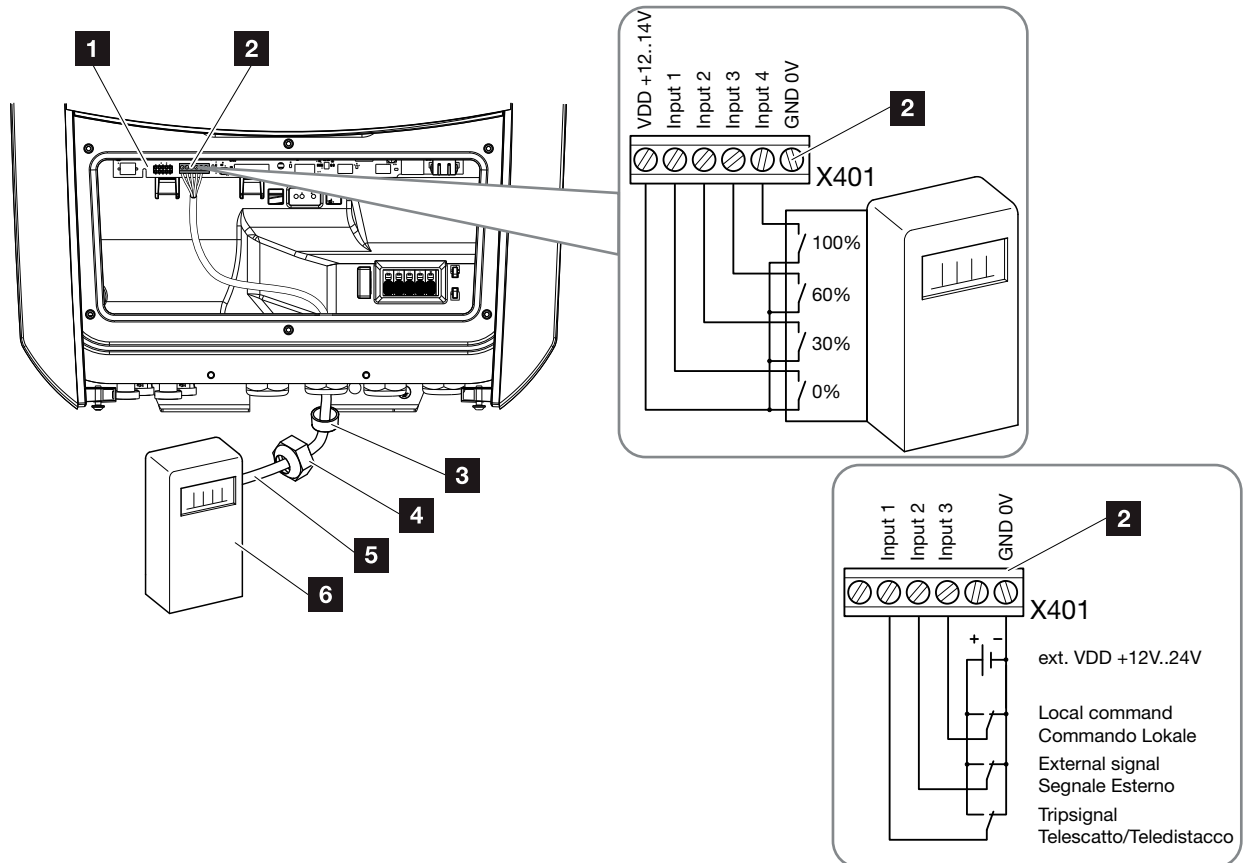

Abb. 29: Anschluss Rundsteuerempfänger **!**
4. Das Kommunikationskabel im Wechselrichter an die Anschlussklemme für Rundsteuerempfänger anschließen (0,2Nm) **Abb. 29 Pos. 2**